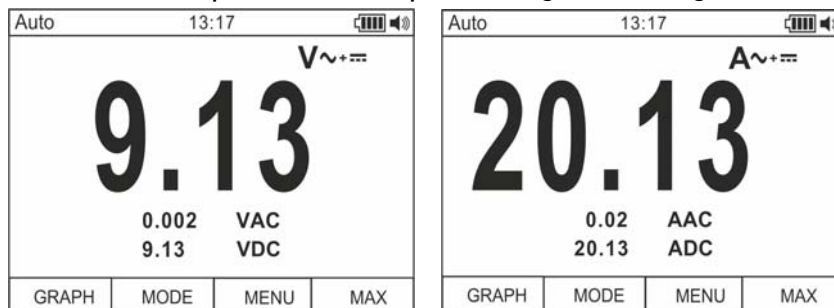

Fig. 3: Description mesure de Courant et de Tension AC+DC
2. Appuyer sur la touche **F2** et sélectionner le mode " $V_{\sim}+DC$ " ou " $A_{\sim}+DC$ " (voir Fig. 3)